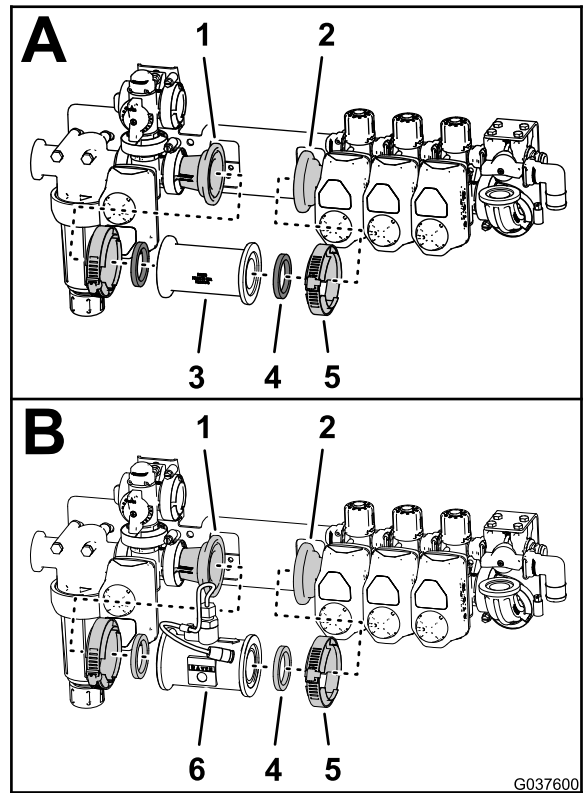

图47
1. 拆下将 2 个垫片和直通耦合器固定到搅拌阀和左喷洒臂段阀上适配器联轴器的 2 个法兰夹具 图47。
3. 将垫片和流量表与搅拌阀和左喷洒臂段阀上适配器联轴器的法兰对准 图47。
4. 使用在步骤 1 中卸下的 2 个法兰夹具将流量表固定到适配器联轴器上 图47。